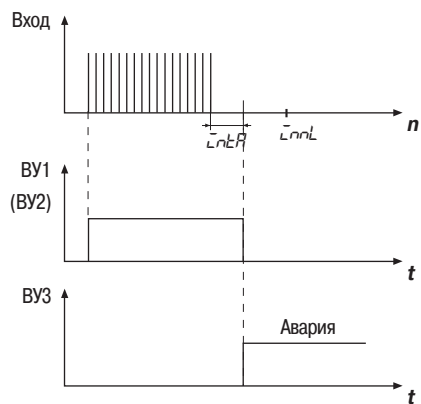

Рис. 10
- заклинивание вала электропривода произошло до достижения конечного положения – значение счетчика не достигло заданного в параметре \bar{L}_{nHL} значения, а период следования импульсов, установленный в параметре \bar{L}_{nPR} , превышен (рис. 10);